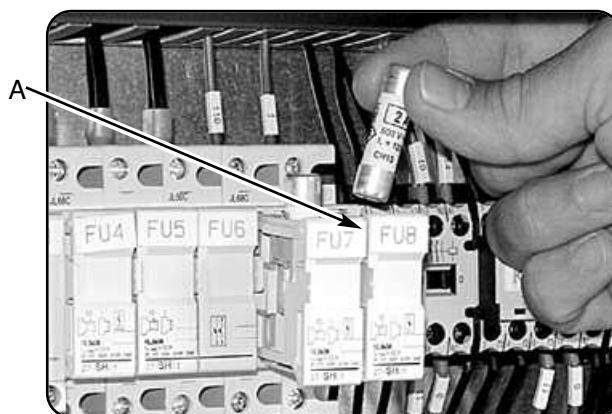

fig. 3.11.3
- open the boxes A fig. 3.11.3;